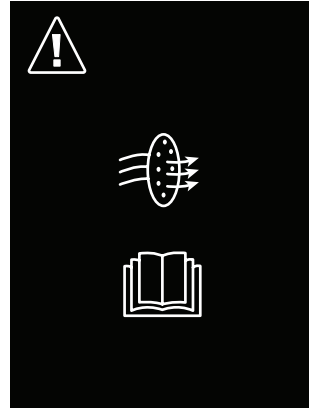

Fig. 14 : Contrôle du filtre
- ! Pour garantir la performance optimale et la longévité du filtre : remplacer le filtre lorsqu'il est visiblement encrassé—ou lorsque l'écran de contrôle du filtre s'affiche (voir Fig. 14).
Quand le temporisateur interne comptabilise environ 30 heures d'utilisation, l'écran de contrôle du filtre du capteur apparaît après la mise en marche (voir Fig. 14).